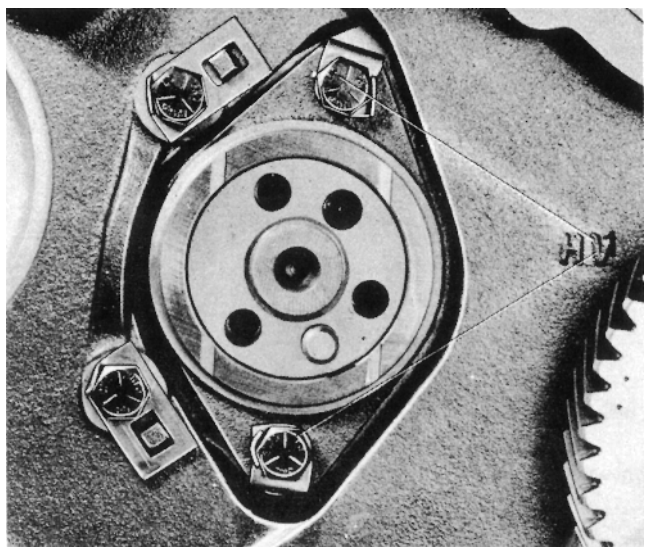

Fig. 82. Fästskruvar (1) för kamaxelfläns
8. Demontera flänsen (fig. 82) varefter kamaxeln dras ut försiktigt så att lagren inte skadas.